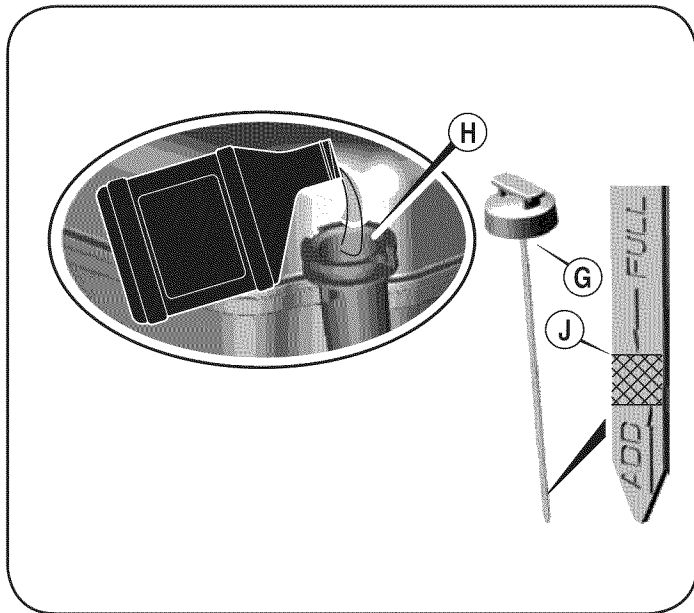

Figura 11
3. Coloque y ajuste la varilla indicadora. Luego quítela para revisar el nivel de aceite. Vea la Figura 11.